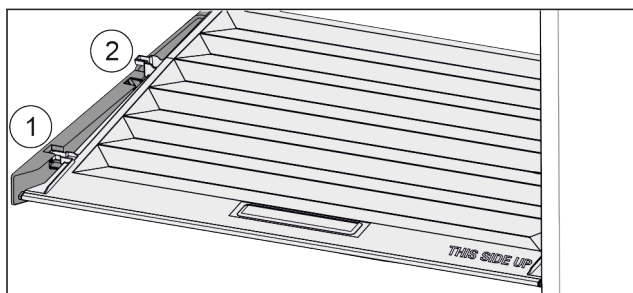

Fig. 74
- Dra locket framåt Fig. 74 (1) till öppningen i fästdelarna.
- Lyft det baktill underifrån och ta ut Fig. 74 (2) det uppåt.